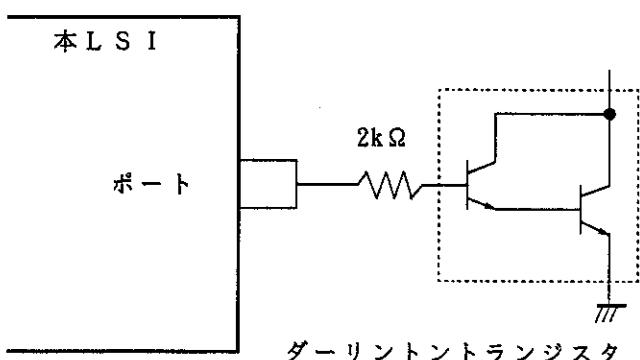
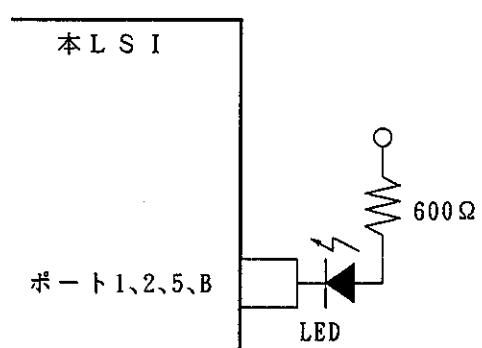

図21.1 ダーリントントランジスタ駆動回路例
図21.2 LED駆動回路例
2. ダーリントントランジスタや、LEDを直接駆動する場合には、図21.1、図21.2に示すように、出力に必ず電流制限抵抗を挿入してください。